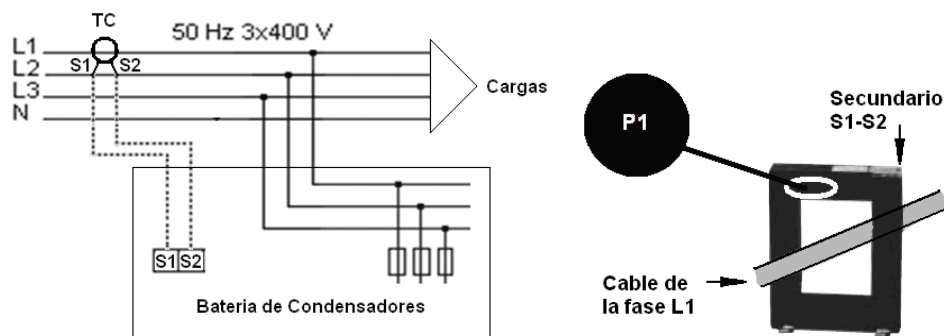

Figura 6: Instalación del transformador de corriente (TC) externo.
3.9.- CONEXIÓN DEL TRANSFORMADOR DE CORRIENTE (TC)
Es necesario colocar un transformadores de corriente (TC) exterior a la batería, midiendo la corriente total de la carga más la propia de la batería (Figura 6).
El transformador estándar debe tener salida nominal de 5 A en el secundario. Es aconsejable conectar el TC a la fase L1 con el sentido de la corriente de P1 a P2 (ver Figura 6) y conectar el secundario (bornes S1, S2) a los bornes del mismo nombre de la batería (ver Figura 6)